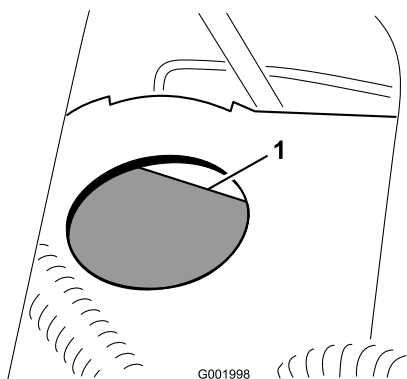

Figure 61
2. Le niveau de liquide doit atteindre le repère maximum sur le réservoir (Figure 61).